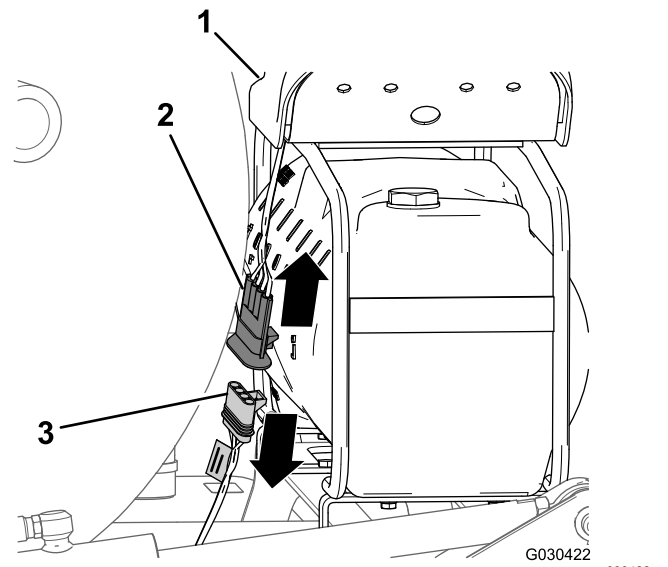

图 4
1. 在泡沫标记水箱的背面找到压缩机上的线束图 4。
2. 从机器后线束的 4 插槽接头中断开压缩机线束的 4 针接头图 4。